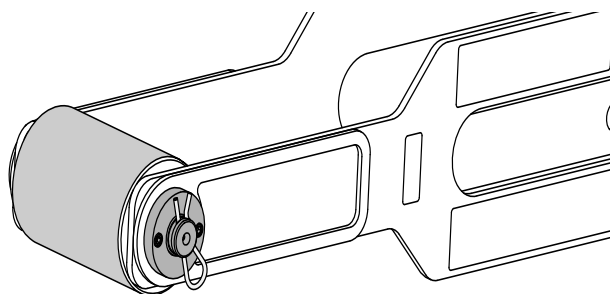

Figure 2
4. Fixer le rouleau aux extrémités de la fourche de connexion, avec les autocollants et les marques vers l'extérieur, et les fixer à l'aide des agrafes pour goupille d'attelage. (Fig. 2)